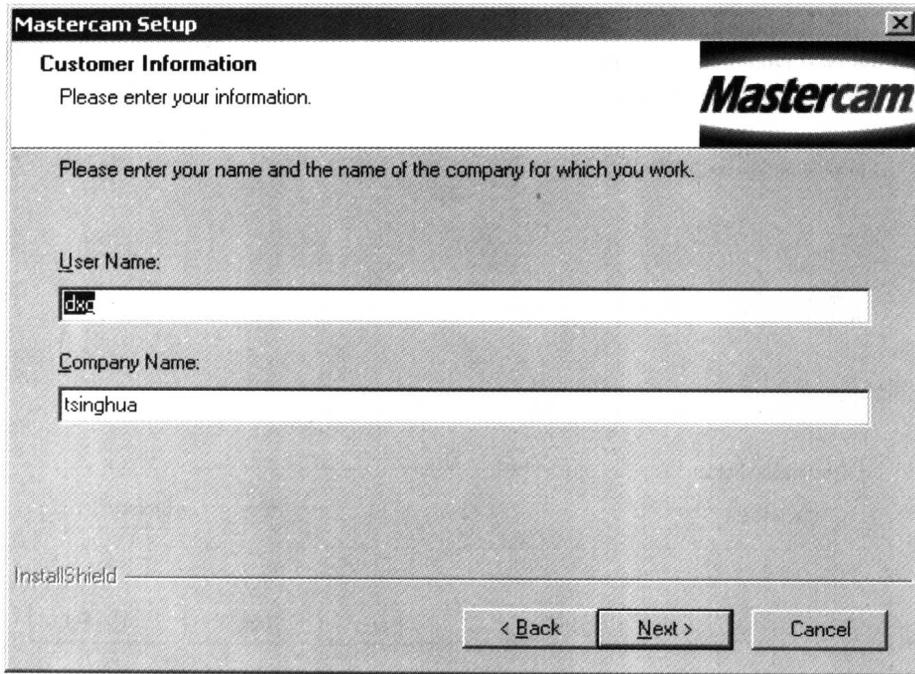

图 1-4 用户信息
4. 系统要求输入用户信息，如图 1-4 所示。可根据自己的情况进行填写，然后单击【Next】按钮继续安装。